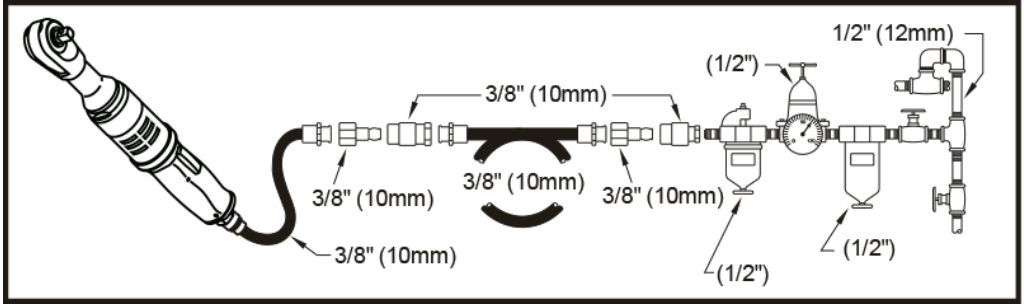
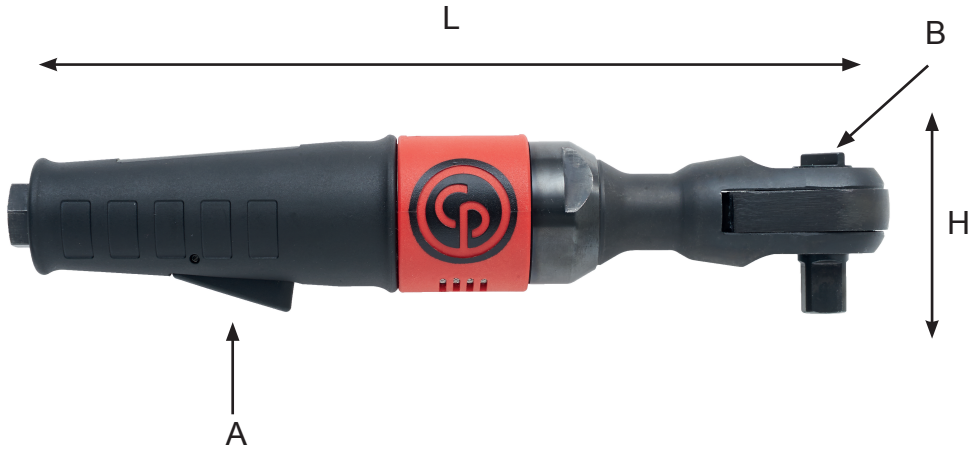

Fig. 01
Fig. 02
- Connect device as shown in Fig. 01 to a clean and dry air supply.
- To start the machine, pull the trigger (A). Machine speed is increase by increasing pressure on the trigger. Release the trigger to stop.
- To switch rotation, turn the switch (B) as shown in Fig. 02.
- Schließen Sie das Gerät wie in Abb.01 an eine saubere und trockene Druckluftquelle an.
- Um die Maschine zu starten, muss der Auslöser (A) gezogen werden. Der Druck auf den Abzug bestimmt die Geschwindigkeit des Motors. Um die Maschine zu stoppen, den Auslöser wieder freigeben.
- Die Drehrichtung wird gewechselt, indem der Schalter (B) wie in Abb. 02 gezeigt gedreht wird.